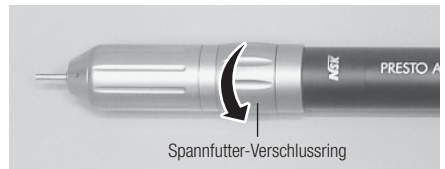

Abb. 14
- 2) Das Herausnehmen eines Bohrers geschieht durch Drehen des Spannfutter-Verschlussrings in Pfeilrichtung gemäß Abb. 14.